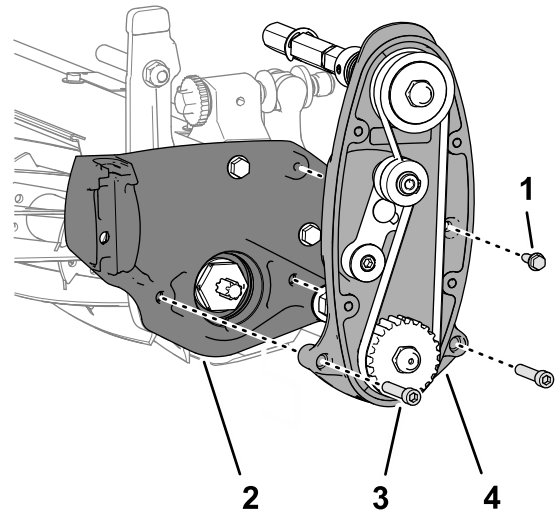

Figura 7
2. Retire el tornillo con arandela prensada (1/4" x 3/4") que sujeta el conjunto de transmisión del molinete a la placa lateral de la unidad de corte (Figura 7).
3. Retire los 2 tornillos allen (5/16" x 1/2") de las 2 contratuercas (cautivas en la placa lateral) que sujetan el conjunto de transmisión del molinete a la placa lateral de la unidad de corte, y retire la transmisión del molinete (Figura 7).